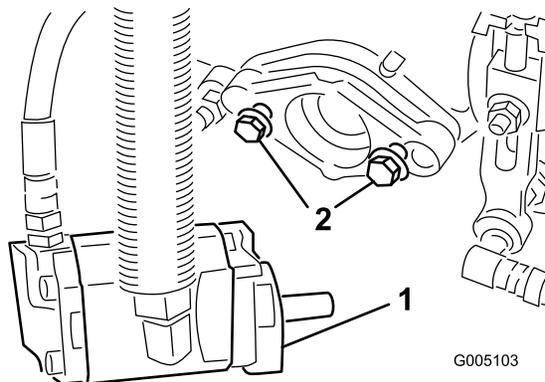

Figure 10
- Veillez à laisser dépasser environ 13 mm de filetage sur chaque boulon de fixation de moteur d'entraînement de cylindre (Figure 10).
- Resserrez les boulons de montage (Figure 10).